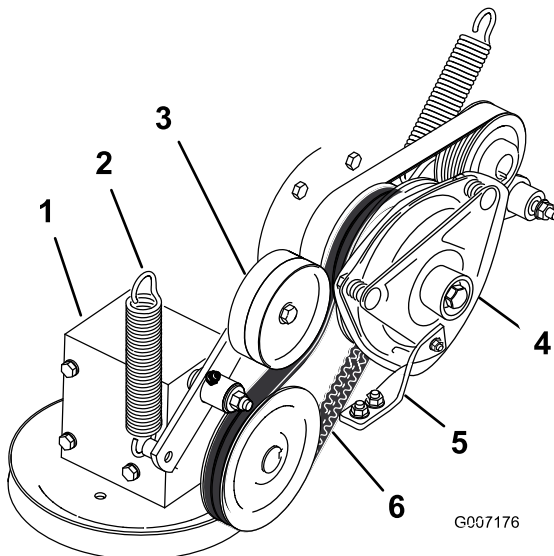

Figura 68
4. Retire el muelle del brazo de la polea tensora (Figura 68).
7. Instale la correa de transmisión de la PTO alrededor de la polea del embrague y la polea de la caja de engranajes (Figura 68).
9. Instale el muelle en el brazo tensor (Figura 68).